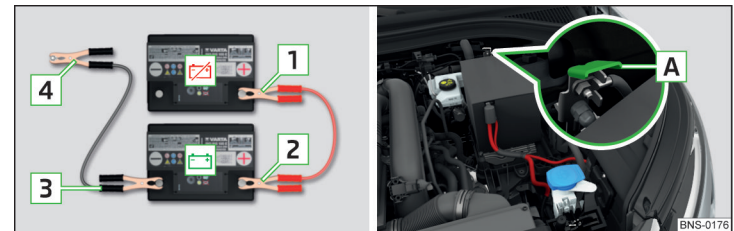

Fig. 350 Démarrage assisté : - batterie déchargée, - batterie d'alimentation / masse du moteur sur le système START STOP
- Pour les véhicules **avec** le système STOP & START, fixez la borne **4** sur le point de masse du moteur **A** » fig. 350.